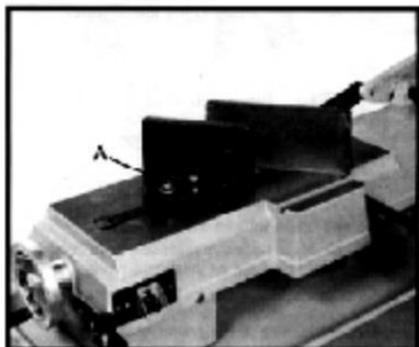

Рис. 8
2. Разместите зажим и отрегулируйте, как показано на Рис. 8. Обратите внимание на расположение отверстий под болты.
4. Выставьте подвижную часть зажима параллельно и зажмите болтами (А, Рис. 8).